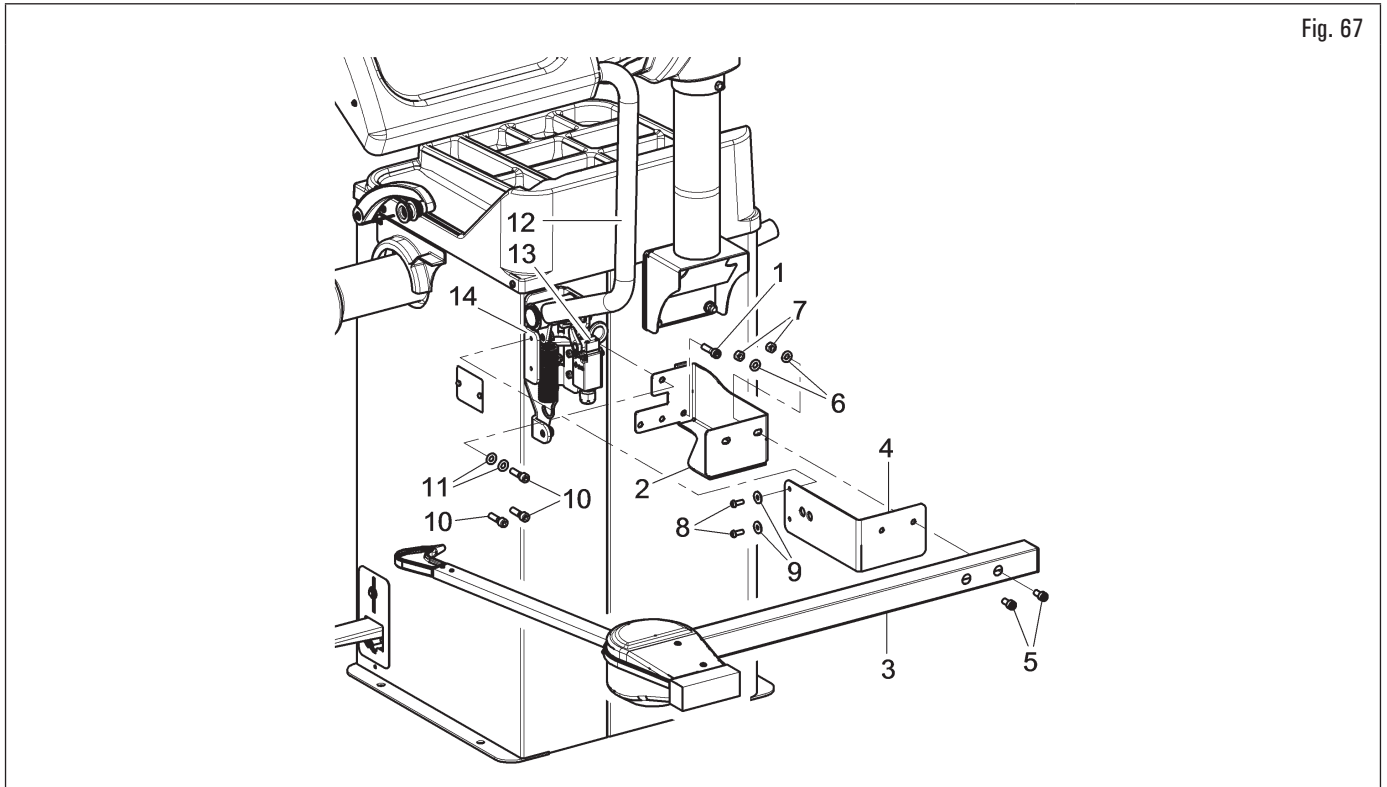

Fig. 67
1. Smontare il carter di protezione (Fig. 67 rif. 12), se già presente;
2. svitare le viti (Fig. 67 rif. 10) e le rondelle (Fig. 67 rif. 11) dal supporto del carter di protezione ruota, prestando molta attenzione a sostenere il supporto stesso. Infilare la staffa del calibro (Fig. 67 rif. 2) nella fessura laterale del supporto del carter di protezione ruota (vedi Fig. 68 rif. A);
3. se necessario, smontare il microinterruttore (Fig. 67 rif. 13) per accedere più agevolmente alle viti di fissaggio;
4. inserire la vite di fissaggio (Fig. 67 rif. 1) e le viti (Fig. 67 rif. 10), svitate in precedenza, nella staffa del calibro (Fig. 67 rif. 2) e avvitare l'assieme sui rivetti filettati posizionati nella parte posteriore del telaio, senza l'utilizzo delle rondelle (Fig. 67 rif. 11) precedentemente smontate. Fissare la staffa (Fig. 67 rif. 4) al supporto carter (Fig. 67 rif. 14) utilizzando le viti (Fig. 67 rif. 8) e le rondelle (Fig. 67 rif. 9). Bloccare il braccio del calibro (Fig. 67 rif. 3) alle staffe (Fig. 67 rif. 2 - 4) utilizzando le 2 viti (Fig. 67 rif. 5), le rondelle (Fig. 67 rif. 6) e i dadi (Fig. 67 rif. 7), in modo che l'albero e il braccio del calibro siano livellati (vedi Fig. 68);
9. rimontare il microinterruttore (Fig. 67 rif. 13), se precedentemente smontato;
10. montare il carter di protezione (Fig. 67 rif. 12) come specificato al paragrafo 7.1.2.8 "Montaggio carter di protezione (per i modelli con micro esterno)".